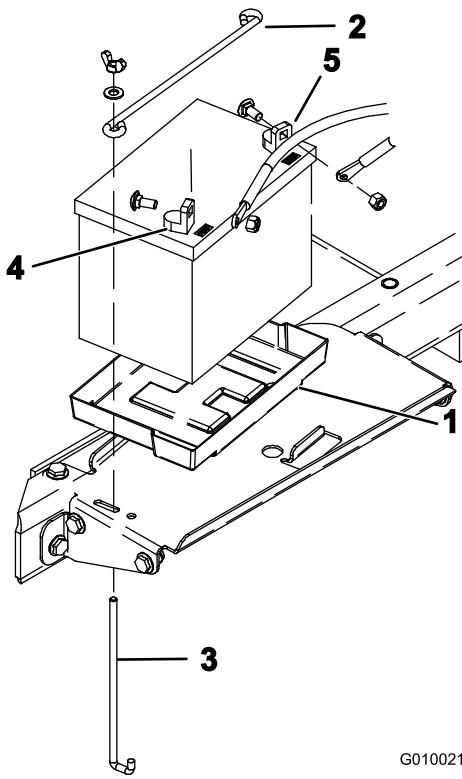

図 6
8. バッテリー・ボックスのトレーにバッテリーを載せる(図6)。この時、端子が車体の外側へ向くようにする。
9. 横棒(2本)、縦棒(2本)、平ワッシャ、蝶ネジ(2個)でバッテリーを固定する(図6)。
10. プラス(赤)ケーブルをプラス(+)端子に、ボルトと蝶ナットで固定し(図6)、次に、マイナス(黒)ケーブルをマイナス(-)端子に接続し、ボルトと蝶ナットで固定する(図6)。ショート防止のために(+)端子にゴムキャップをかぶせる。